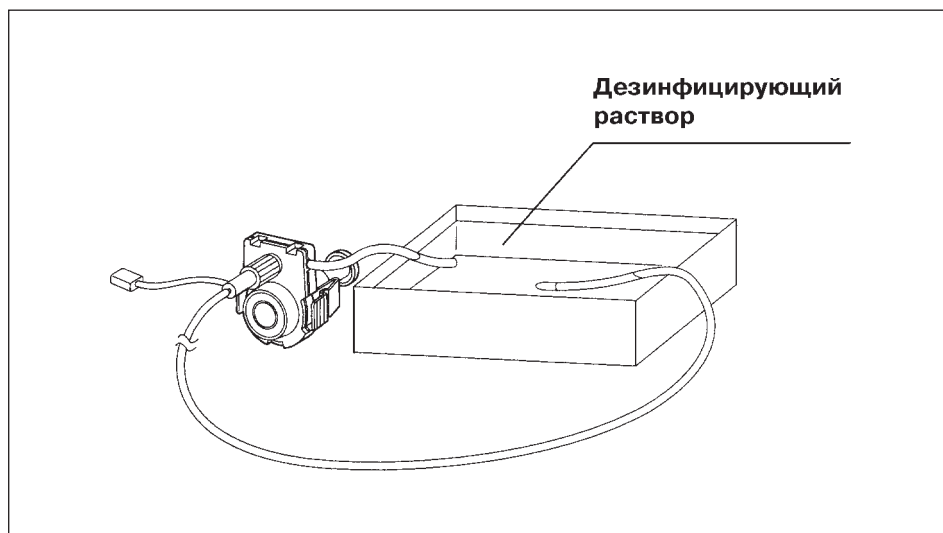

Рис.6.7
4. Отсоедините шприц от Трубки Водяного Насоса, после чего погрузите её конец в дезинфицирующий раствор и оставьте в таком положении в течение периода времени, рекомендованного производителем дезинфицирующего раствора (См. рис. 6.7).